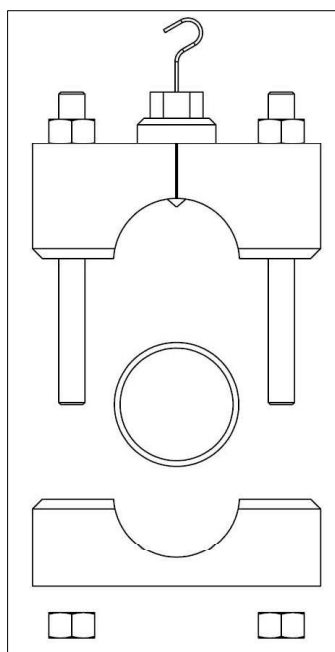

Figure 2
2. Retirer les écrous de la partie inférieure du collier Smith+Clamp PLIDCO et placer, sans serrer, le collier Smith+Clamp PLIDCO afin qu'il puisse être assemblé autour du tuyau comme indiqué en figure 2.